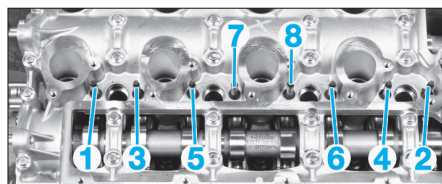

Fig. 56
- les colonnettes de fixation des injecteurs dans l'ordre indiqué (Fig.56),